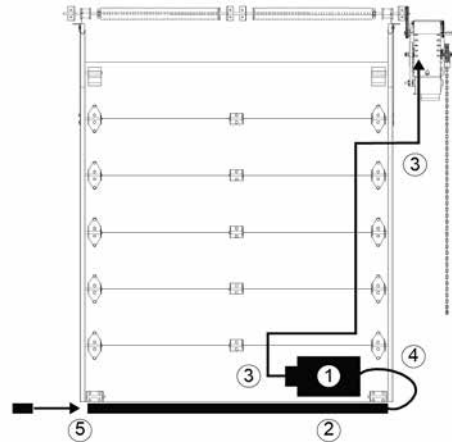

Figura 37 - Borde sensible
1. Colocar el interruptor de aire en posición (ver la Figura 37).
1. Colocar la caja de conexiones en posición (ver la Figura 37).